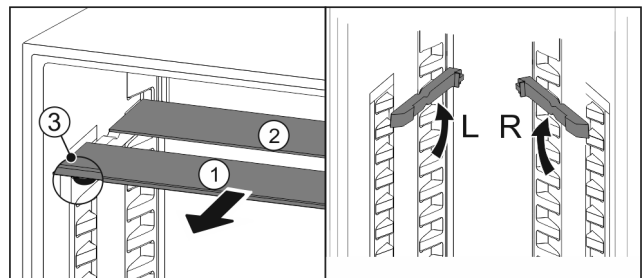

Fig. 61
- ▶ Glasplatten einzeln nach vorne herausziehen Fig. 61 (1).
- ▷ Glasplatte Fig. 61 (1) mit Zierleiste liegt vorne.
- ▷ Stopps Fig. 61 (3) zeigen nach unten.